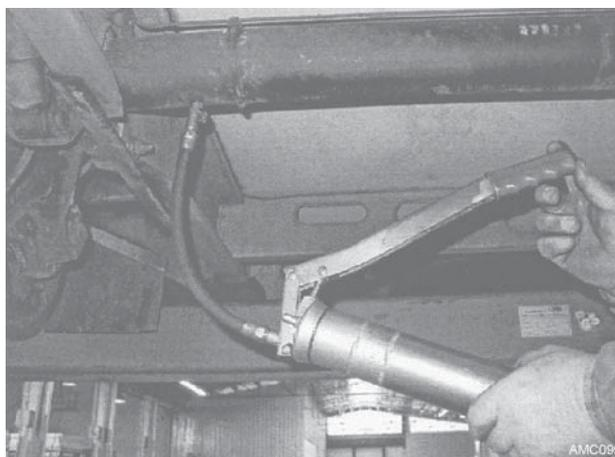

Bild 14
3. Fett mit ca. 5 - 7 Hüben je Schmiernippel aus Handhebel-fettpresse einbringen (Bild 14). Bei spürbar erhöhtem Widerstand ist eine ausreichende Fettmenge eingebracht.